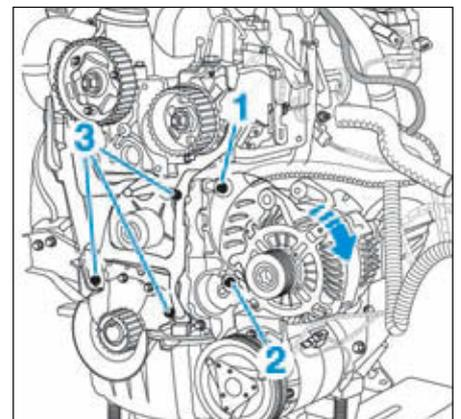

FIG.37
- Déposer la vis supérieure (1) de l'alternateur (Fig.37).
- Desserrer la vis inférieure (2) de l'alternateur.
- les vis (3) du carter intérieur de distribution,